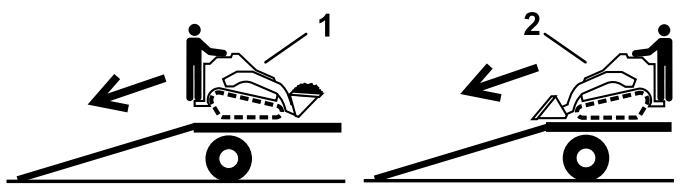

Figura 30
2. Descarregue a máquina do atrelado com a extremidade pesada para cima na rampa, carregando as cargas em baixo (Figura 30).